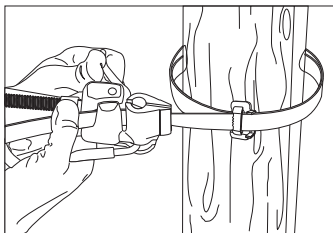

Рисунок 6
3.4 Свободный конец ленты, пропустив через скрепу, вложите снова в отверстие инструмента (паз головки) (рисунок 6). Помните,